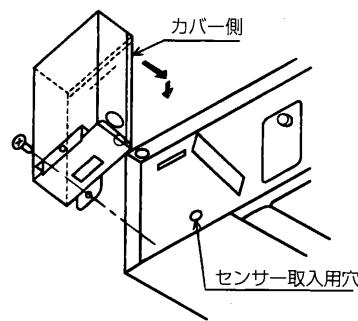

図3
4. 制御ボックスを本体外側に矢印の方向に取付けてください。カバー側が取付面となります。(図3)
注) フレア断熱②の内側には、“内”“外”と表示しています。“内”と表示されている方をユニット本体に、“外”と表示されている方を配管キット⑪側に取り付けてください。(図3参照) 接合部は隙間なきよう確実にシールしてください。又、接合部は必ず上にして取り付けてください。